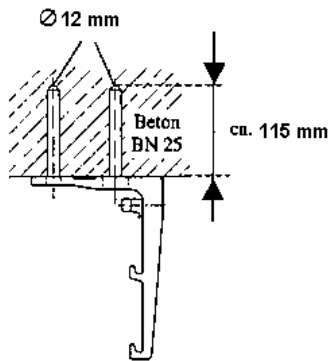

Bild 1a Deckenmontage
4. Die Befestigungslöcher der linken oder rechten Konsole anzeichnen, dazu die Konsole als Schablone benutzen und mit einem **12 mm-Steinbohrer ca. 115 mm tief bohren. (siehe Bild 1a und 1b).**